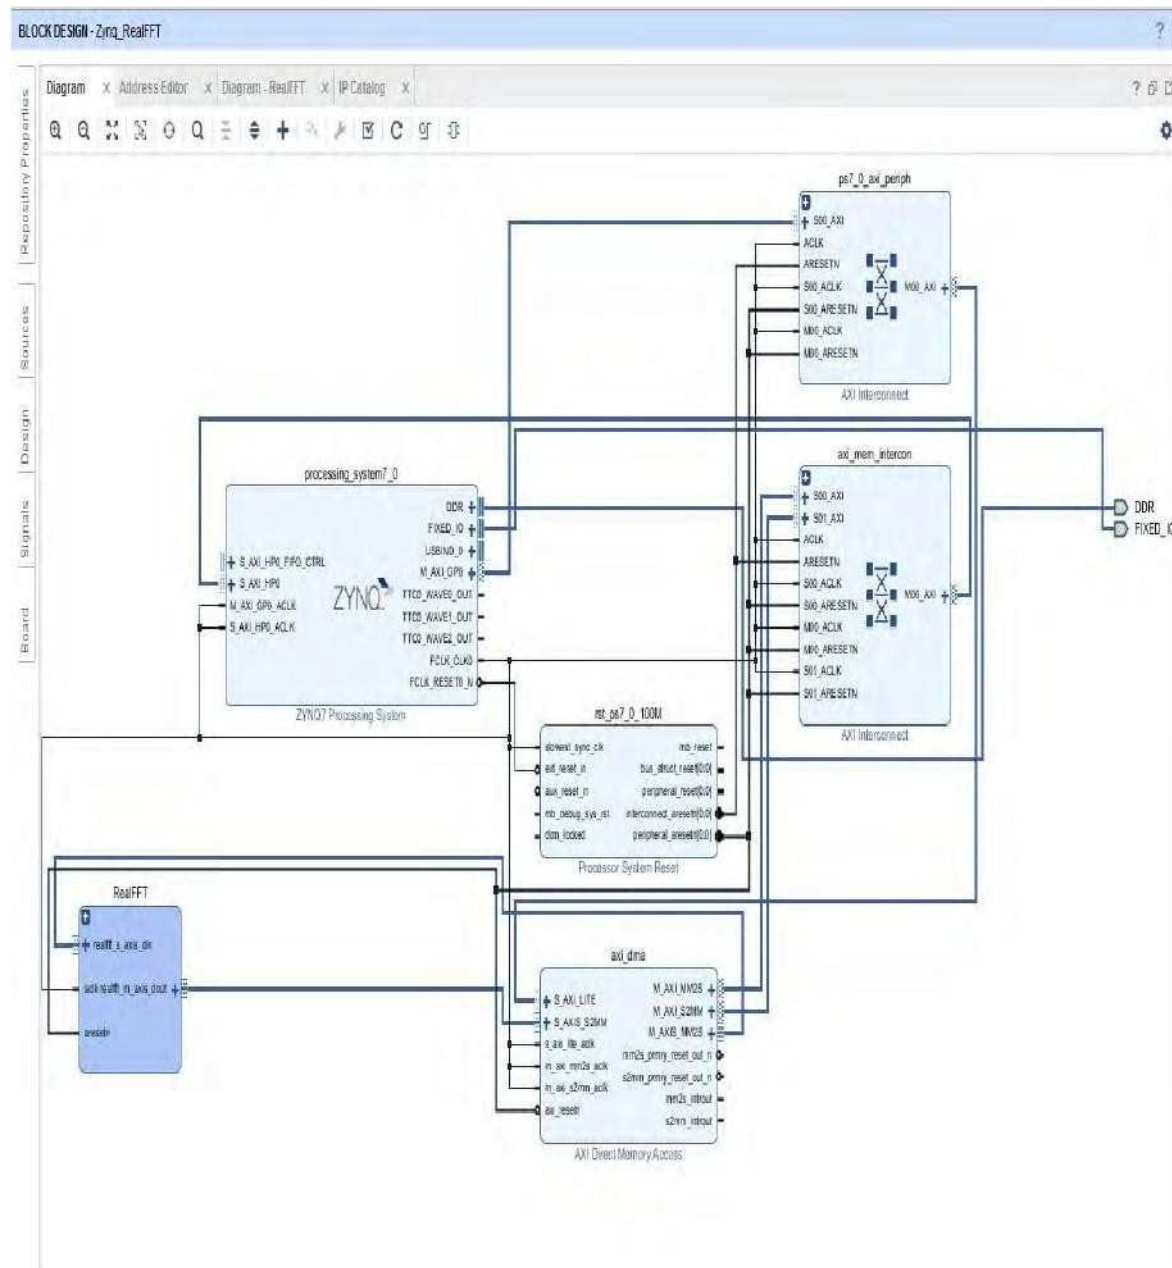

图 10-41: 内部连接的 Zynq 图
25. 要完成设计，请运行 **Validate design**。当验证成功完成时，框图应该如图 10-41 所示。